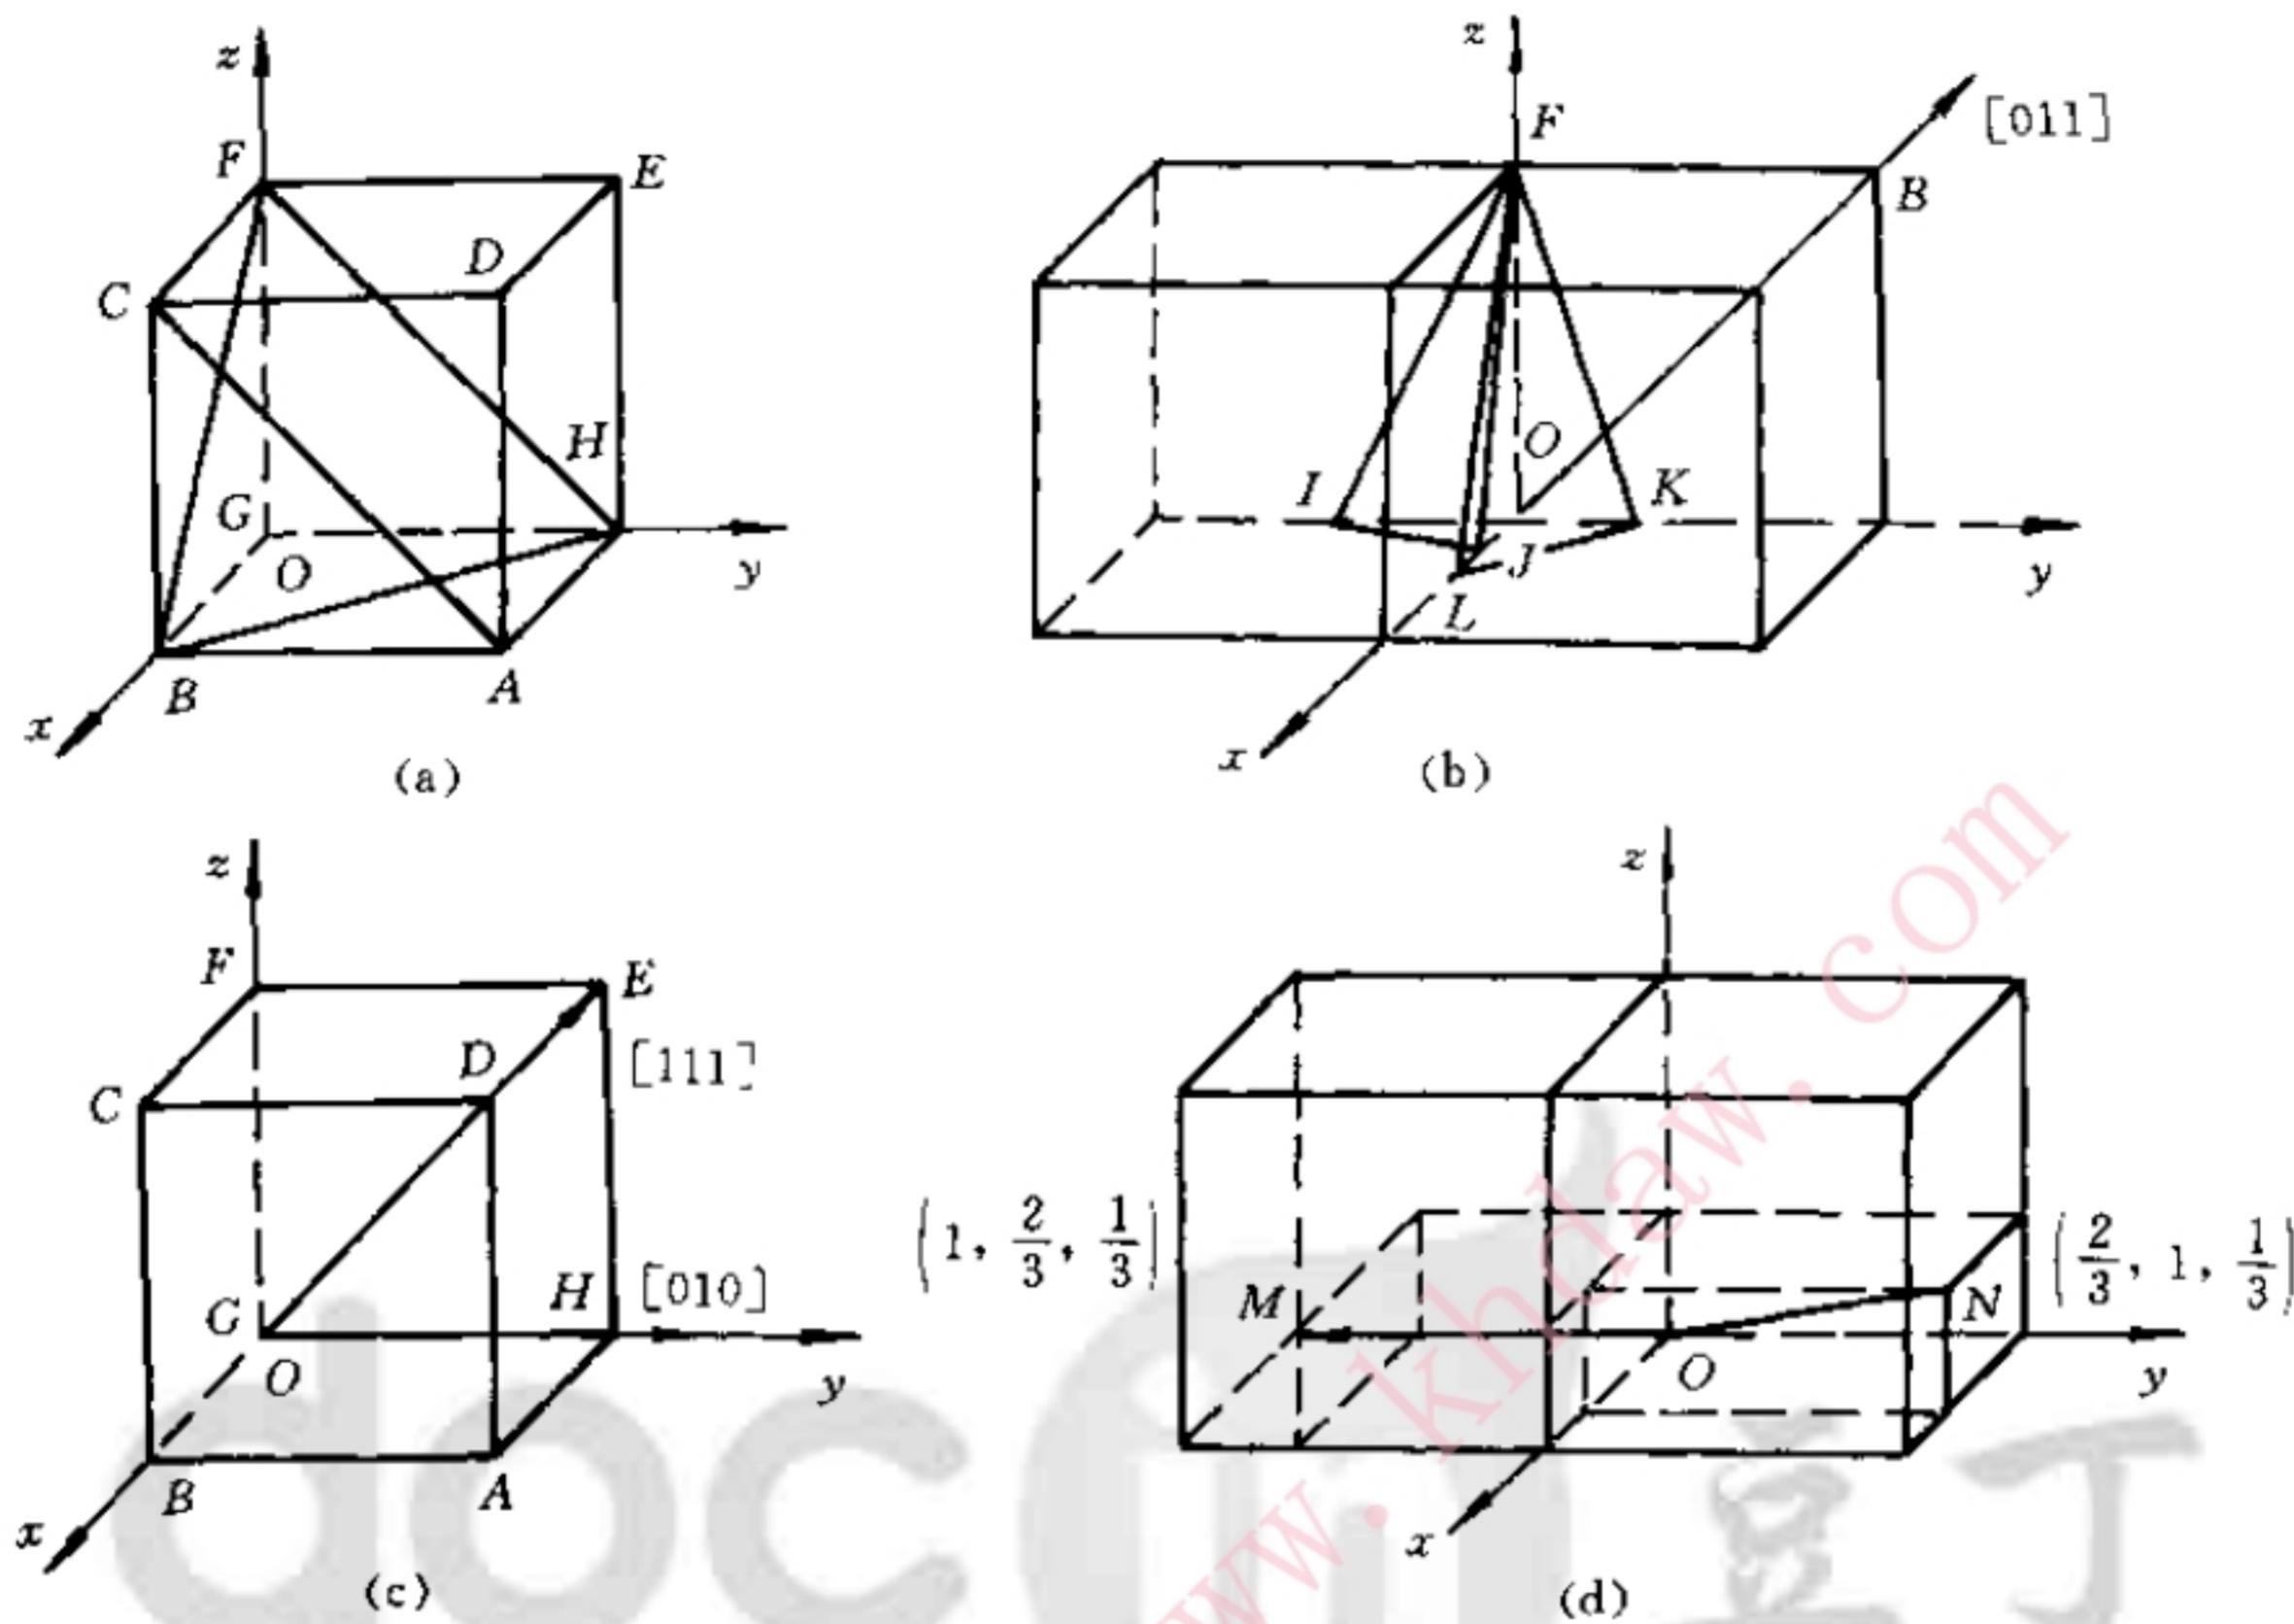

图 1-3 立方晶系中的一些晶面和晶向
解 如图 1-3(a) 所示。AHED 为 (010), AIIFC 为 (011), BHF 为 (111)。
如图 1-3(b) 所示。KLF 为 (231), FIJ 为 ($\bar{3}\bar{2}1$), OB 为 [011]。
如图 1-3(c) 所示。GH 为 [010], GD 为 [111]。
如图 1-3(d) 所示。OM 为 $[3\bar{2}1]$, ON 为 $[231]$ 。